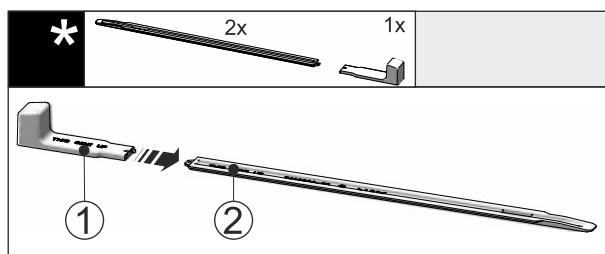

Fig. 54
- ▶ 将安装手柄 Fig. 54 (1) 插到水平导轨 Fig. 54 (2) 上。